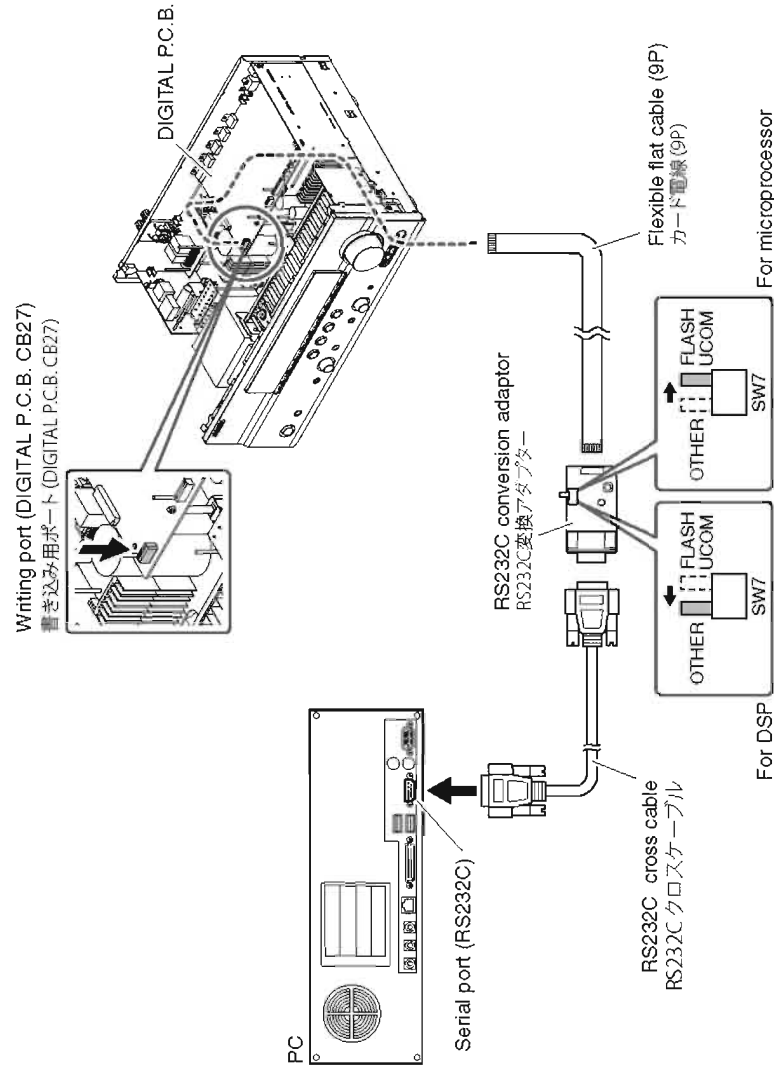

Fig. 1
2. Connect the writing port (CB27 of DIGITAL P.C.B.) of this unit to the serial port (RS232C) of the PC with RS232C cross cable, RS232C conversion adaptor and flexible flat cable as shown below. (Fig. 1)
3. Set the switch (SW7) of RS232C conversion adaptor as shown below. (Fig. 1)
2. 本機の書き込み用ポート (DIGITAL P.C.B. CB27) とPCのシリアルポート (RS232C) を下記のように接続します。(Fig. 1)
3. RS232C 変換アダプターのスイッチ (SW7) を下記のよう設定します。(Fig. 1)